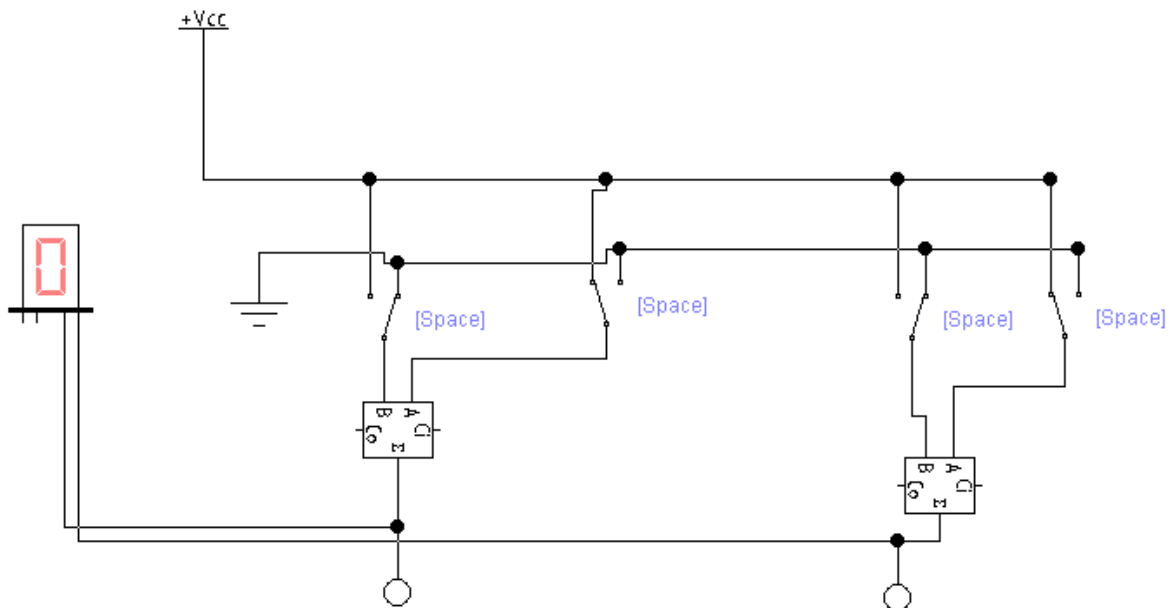

Рисунок 4.67 – Дворозрядний суматор
11. Змоделювати дворозрядний суматор (рис. 4.67). Для цього необхідно розташувати на робочому полі компонент **Full Adder** зі вкладки **Digital**, компонент **Decoded Seven-Segment Display** зі вкладки **Indicator**, чотири перемикача, джерело живлення та заземлення.
12. Подавати поперемінно всі можливі комбінації вхідних сигналів за допомогою відповідних ключів. Прослідкувати роботу суматора по стану логічних пробників на його виходах та відслідковувати зміни показань **Decoded Seven-Segment Display** (сегментного індикатора з двійково-десятичним дешифратором на вході), який підключено до його виходів (рис. 4.67).